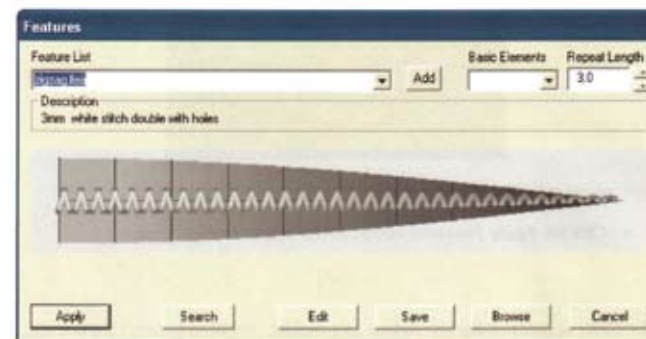

Рис. 61
- Выберите **ZigZag. fea** из списка швов, как показано на рис. 61.